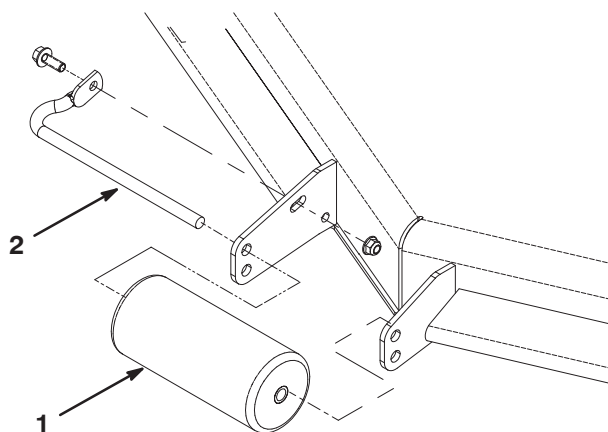

Figure 15
- Retirez la vis et l'écrou qui fixent l'axe de rouleau au support du plateau (Fig. 15).